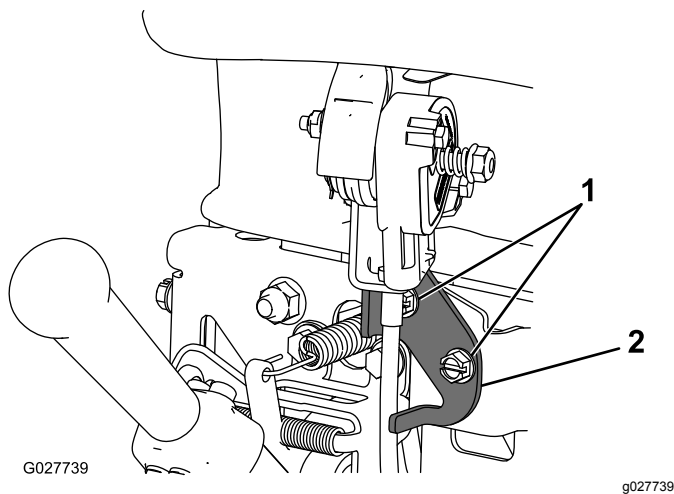

**Figura 27**
1. Retire las chavetas de los seguros de retención del manillar en cada lado de la máquina (Figura 27).
2. Sujetando el manillar, retire las chavetas de cada lado y gire el manillar a la posición de operación deseada (Figura 27).